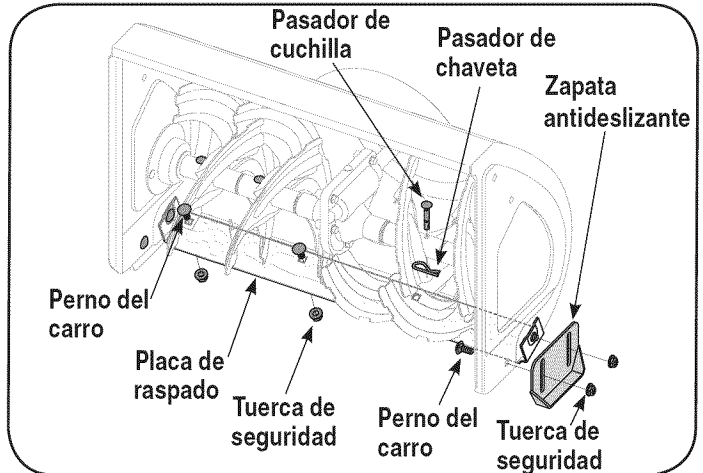

Figura 15
1. Para cambiarlas, quite los pernos de carro y las tuercas que aseguran cada zapata antideslizante a la caja de la máquina quitanieve. Vea la figura 15.
3. Para retirar la placa de raspado: Retire ambas zapatas antideslizantes y los elementos de ferretería, incluyendo los pernos del carro y las tuercas que unen la placa de raspado a la caja de la máquina quitanieve. Por la ubicación de la placa de raspado, consulte la figura 15.
Las barrenas están sujetas al eje espiral con cuatro pasadores de cuchilla y pasadores de chaveta. La máquina quitanieve está diseñada de manera que los pasadores se quiebran si golpea un objeto extraño o una barra de hielo. Consulte la Figura 15.